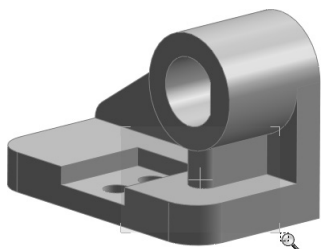

图 1-55 “局部放大”按钮的操作
STEP 5 如图 1-55 所示, 单击“局部放大”按钮, 并选择一块显示区域, 查看此区域的放大效果。